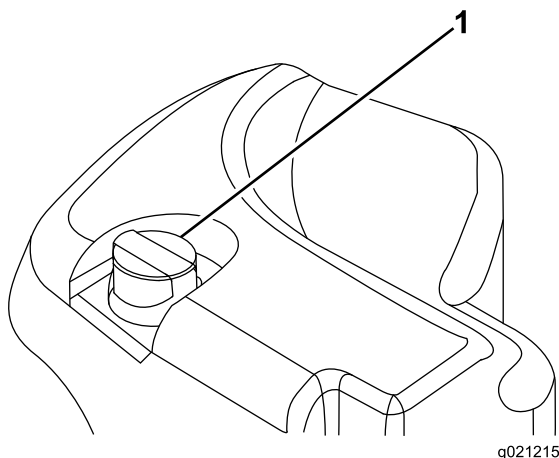

Figura 31
2. Limpie la zona alrededor del cuello de llenado y el tapón del depósito hidráulico (Figura 31).